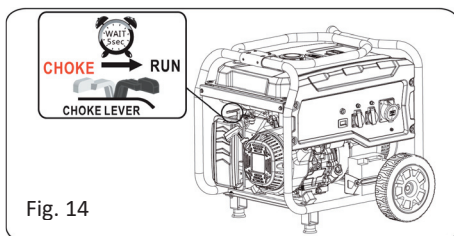

Fig. 14
- Låt motorn köra i några sekunder och flytta därefter gradvis över handtaget till läge Run efterhand som motorn blir varm. (Se fig. 14).